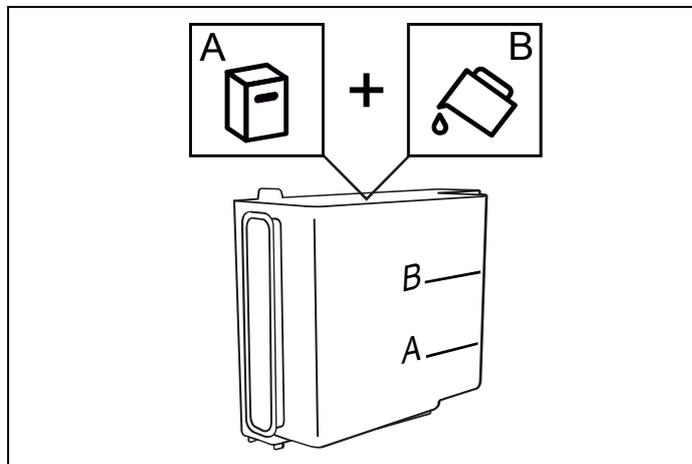

Fig. 56
- **Verser le détartrant (niveau A)** (Fig. 56) ;